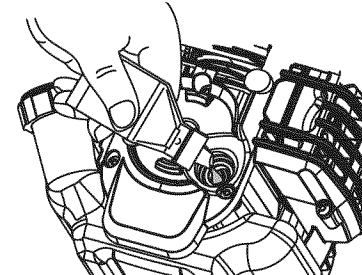

Fig. 6
4. Vierta todo el contenido de la botella de aceite en el cigüeñal (Fig. 6).